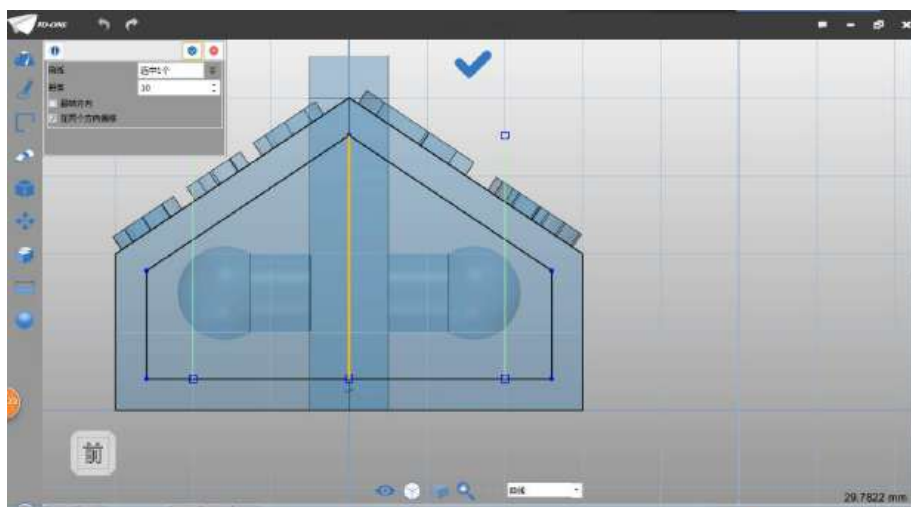

图 2-6
Step 6 选择偏移命令 ，选择绘制的中间线，选择在两个方向偏移，偏移距离设为 10，如下图 2-6 所示：